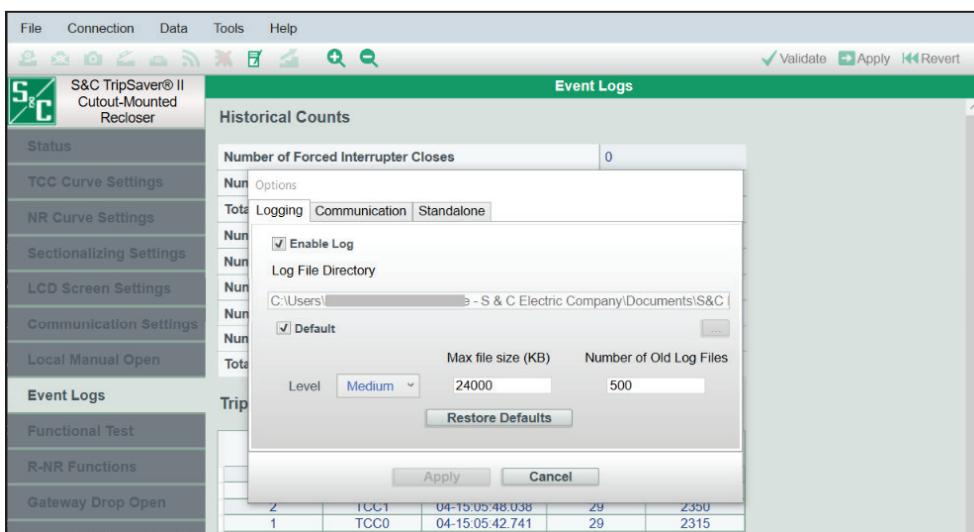
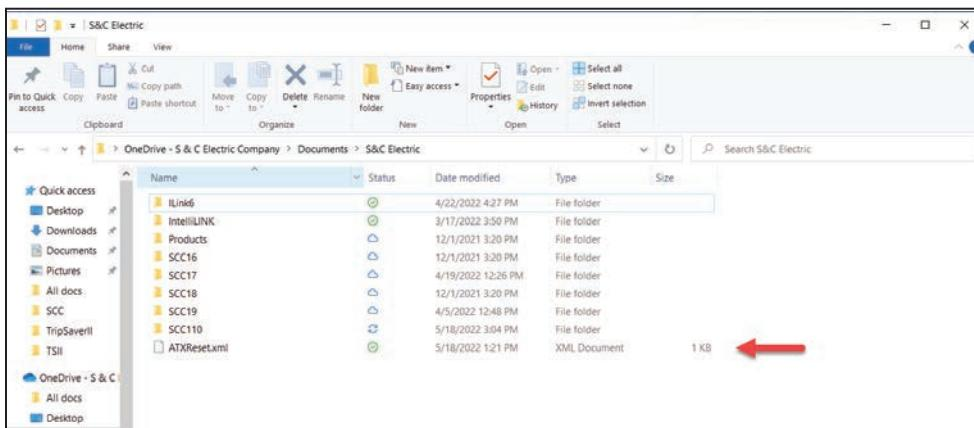
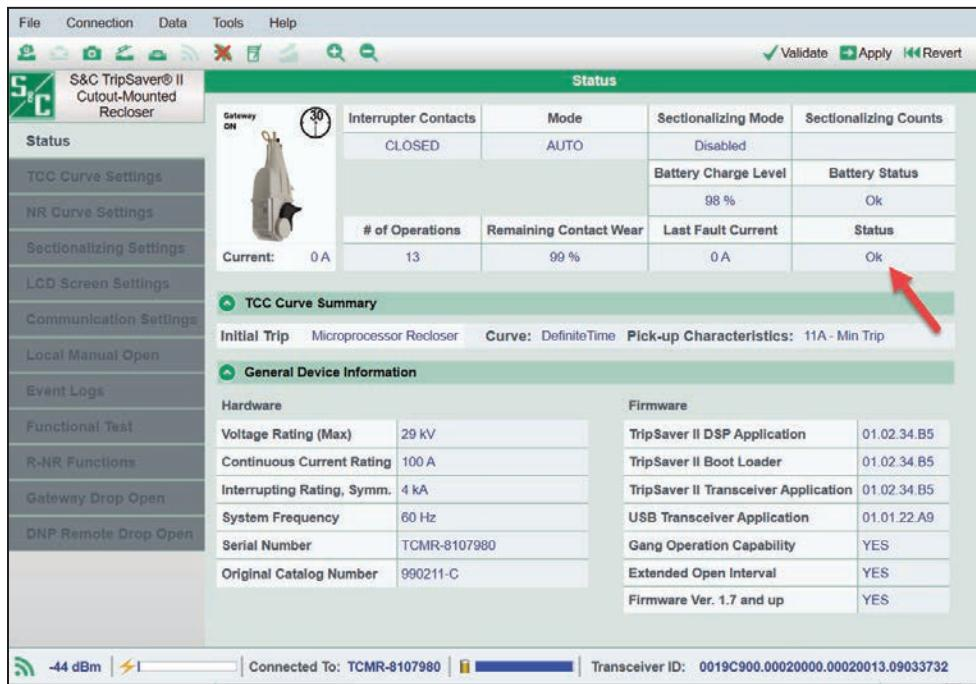

Figura 146. Diretório de Arquivo de Log default.
Figura 147. O arquivo de reparo deve ser localizado no Diretório de Arquivos default.
Figura 151. Tela *Status* após um procedimento de rearne de Remoção da Indicação de Manutenção Imediata ter sido realizado com sucesso.
PASSO 4. A S&C retorna com o envio do arquivo de reparo ATXReset.xml. Coloque o arquivo de reparo no diretório default Log File. Para localizar este diretório, selecione “Tools>Options” (Ferramentas>Opções) no menu Principal. Ver Figura 146 e Figura 147.
PASSO 8. Vá para a tela *Status* e verifique o status do relé TripSaver II. Se o status for **OK**, o status **Manutenção Imediata** foi removido. Ver Figura 151. Em seguida exclua o arquivo ATXReset.xml do diretório de arquivos de log default. Ver Figura 147 na página 110. Se o status **Manutenção Imediata** ainda estiver presente, entre em contato com o Centro Global de Monitoração e Suporte da S&C no número 1-888-762-1100 (atendimento em inglês). No Brasil, ligue para (41) 3382-6481, em horário comercial.